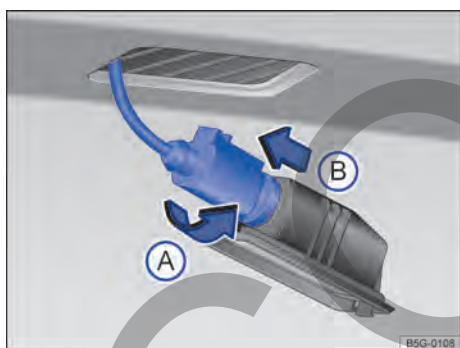

Fig. 188 Luz de la placa de licencia: desinstalar el portalámparas.
- 3 Girar el portalámparas en **sentido antihorario** → fig. 188 (A), y retirar el soporte junto con la bombilla (B).
- 7 Colocar el soporte de la lámpara en la luz de la placa de licencia y presionar en sentido contrario al de la flecha (A) hasta el tope.